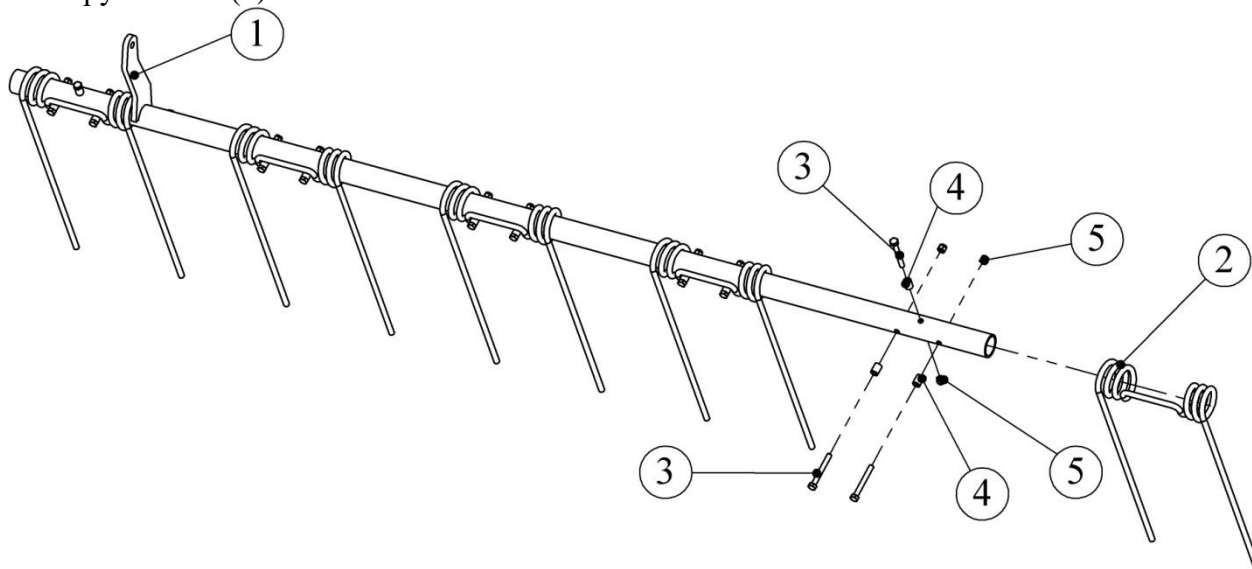
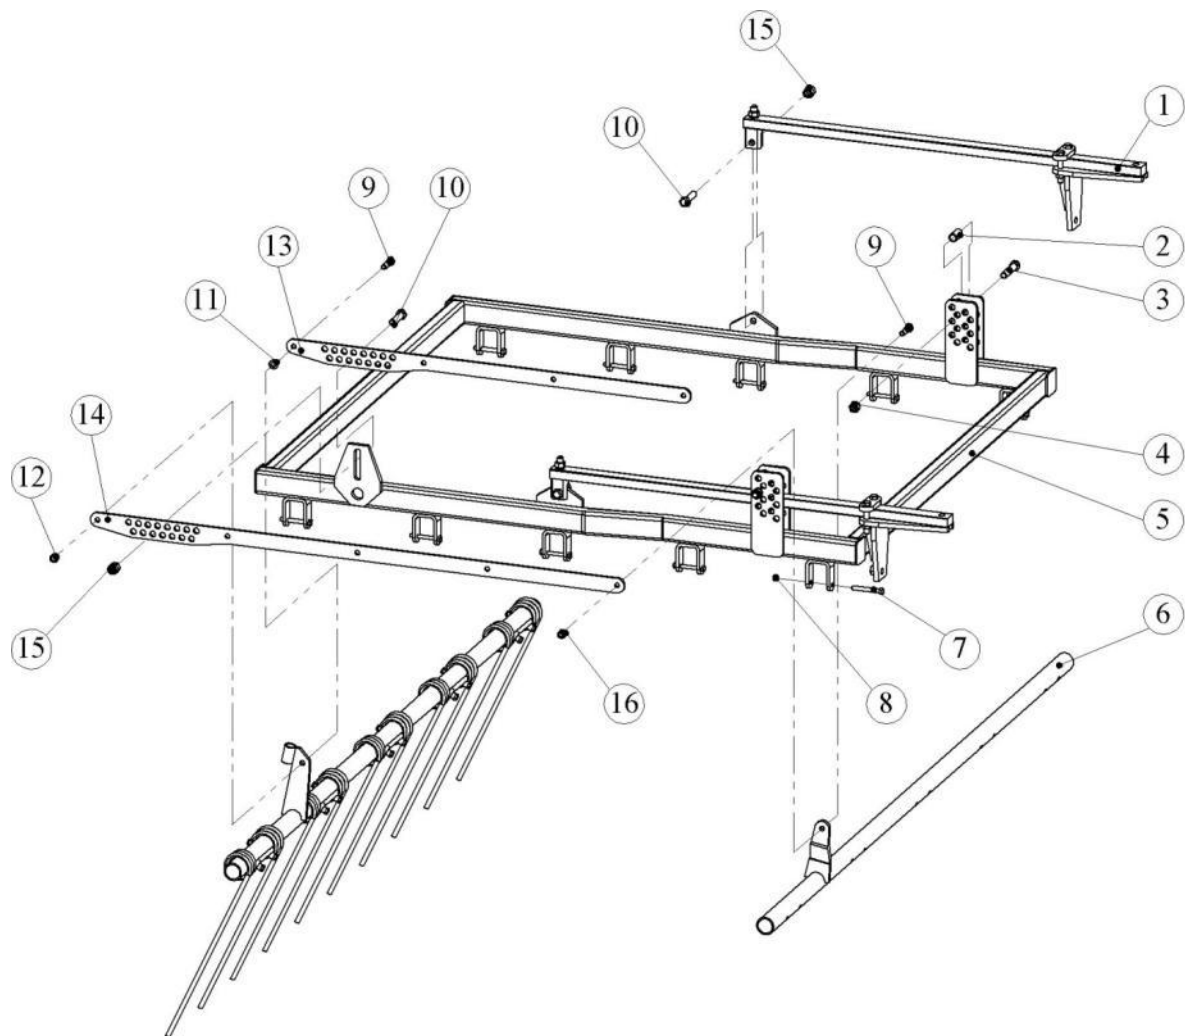
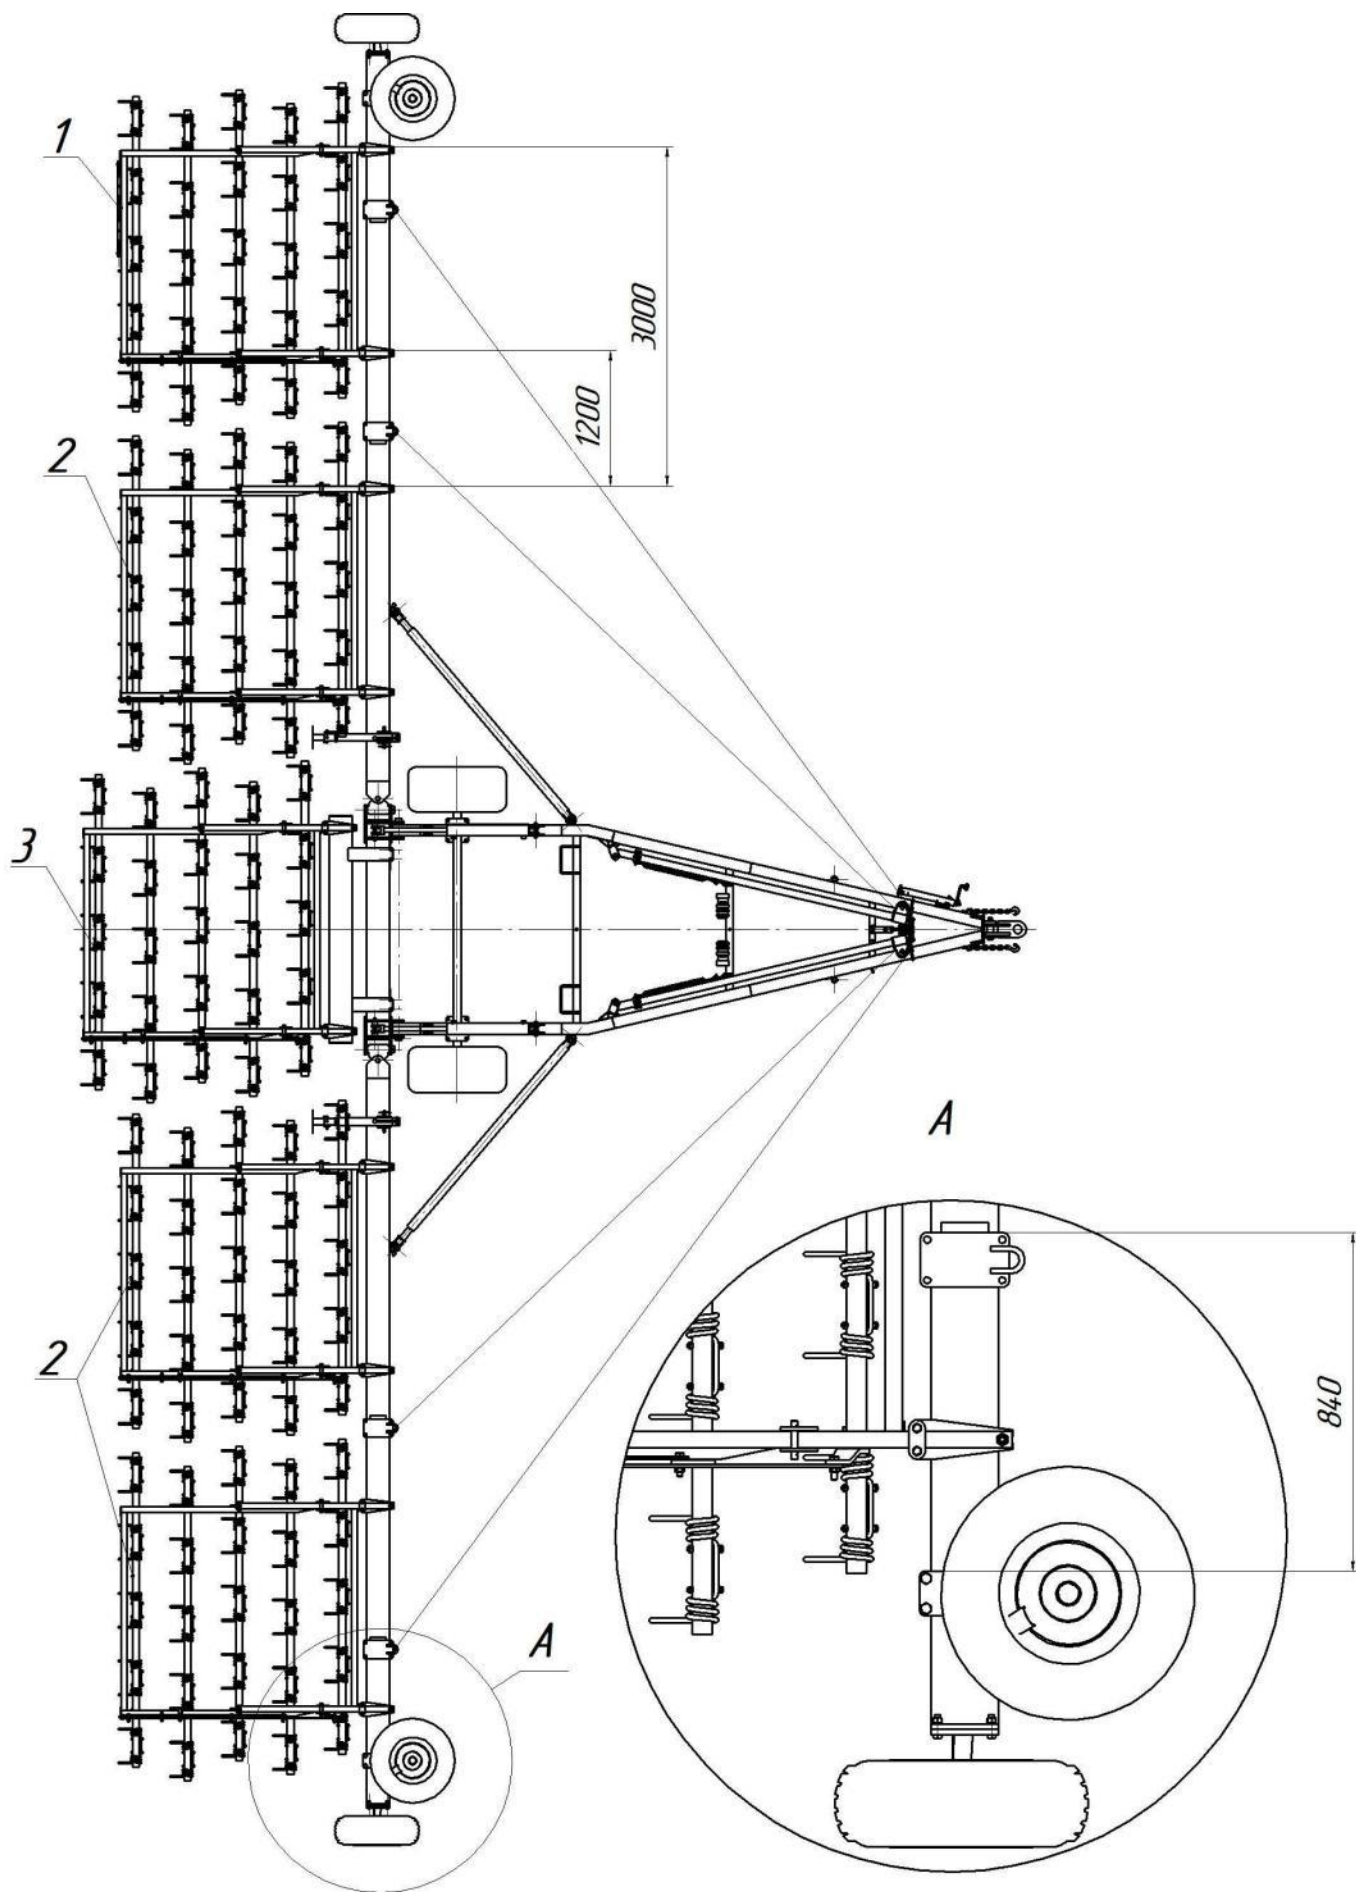

Рис. 4.5.1. Установка пружинных зубьев на трубу.
Рис. 4.5.2. Сборка пружинной секции.
Рис. 4.6.2. Расположение секций пружинных рабочих органов.
ВНИМАНИЕ! В данной бороне используются три исполнения секции (см. рис. 4.6.2).
– на исполнении 01 – центральная секция – (поз. 3, рис. 4.6.2) на трубе первого ряда (поз. 6, рис. 4.5.2) установлены по два дополнительных комплекта болт M12x100 + втулка + гайка M12 самоконтрящаяся DIN 985 (поз. 3-5, рис. 4.5.1);
– на исполнении 02 – левая секция – (поз. 1, рис. 4.6.2) на рамах секции (поз. 5, рис. 4.5.2) приварена пластина со знаком ограничения максимальной скорости и кронштейны для рычага регулировки угла атаки.
4.5.1. Открутите десять болтов M12x100 (поз. 9, см. рис. 4.5.2) с гайками и шайбами пружинными (10) и пять болтов M16x60 (9) с гайками и шайбами пружинными (16), отсоедините трубы всех пяти рядов (6).
4.5.4. Установите пять рабочих органов (поз. 2, рис. 4.5.1) на трубу, используя по два болта M12x100 (3), две втулки Ø12x25 (4) и две самоконтрящиеся гайки M12 (5). На трубу первого ряда центральной рамы на первый и пятый рабочие органы дополнительно устанавливаются по одному комплекту болт M12x100 (3) с втулкой Ø12x25 (4) и самоконтрящейся гайкой M12 (5).
4.5.6. Установите два кронштейна с рессорой (поз. 3, рис. 4.5.2) используя болты M20x80 (18) с гайками и контргайками (15) для закрепления рамы секции (5) к шарниру рессоры, а так же болты M20x100 (3) с гайками и шайбами пружинными (4). Между пластинами на раме установите втулку (2) для предотвращения деформации пластин.
4.6.3. Установите по упорам все пружинные секции. Секция пружинных рабочих органов крепится при помощи двух Г-образных шпилек M20x255 (23) и четырёх гаек с шайбами пружинными (24). Размеры для проверки указаны на рис. 4.6.2.